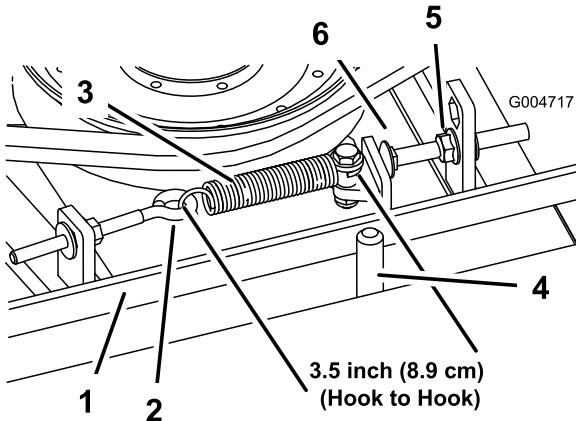

Figura 64
Quando la tensione è corretta, la molla di prolunga (da gancio a gancio) deve essere lunga circa 89 mm ± 6 mm (misura interna). Quando la tensione della molla è giusta, regolate il bullone di arresto (bullone a testa tonda) fino ad ottenere un gioco di 3 mm + 1,5/-0 mm tra la testa del bullone ed il braccio di rinvio (Figura 64).
Nota: Verificate che la cinghia si trovi dal lato molla del guidacinghia (Figura 64).
2. Allentate il bullone ad occhio per consentire la rimozione della molla di prolunga (Figura 64).
3. Allentate il dado flangiato che fissa il bullone di arresto alla linguetta di montaggio. Allentate il dado quanto basta per consentire al braccio di rinvio di oltrepassare il bullone di arresto (Figura 64). Allontanate la puleggia tendicinghia dalla cinghia in modo da allentare la tensione della cinghia.
8. Ricollegate la molla di prolunga (Figura 64) al bullone ad occhio e tendete la cinghia come segue: